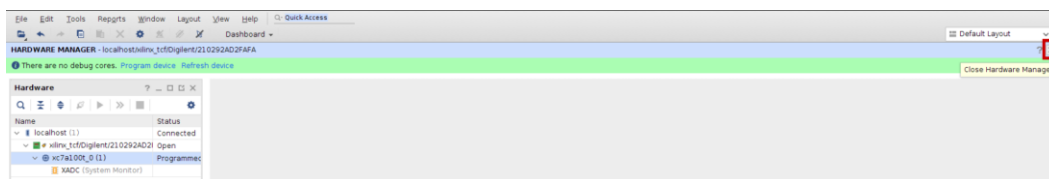

Figura 114. Cierre del Administrador de Hardware
- i. Finalmente, cierre el **Administrador de hardware** haciendo clic en el botón X de la parte superior derecha del panel del Administrador de hardware en Vivado (Figura 114), para que Vivado libere la placa.